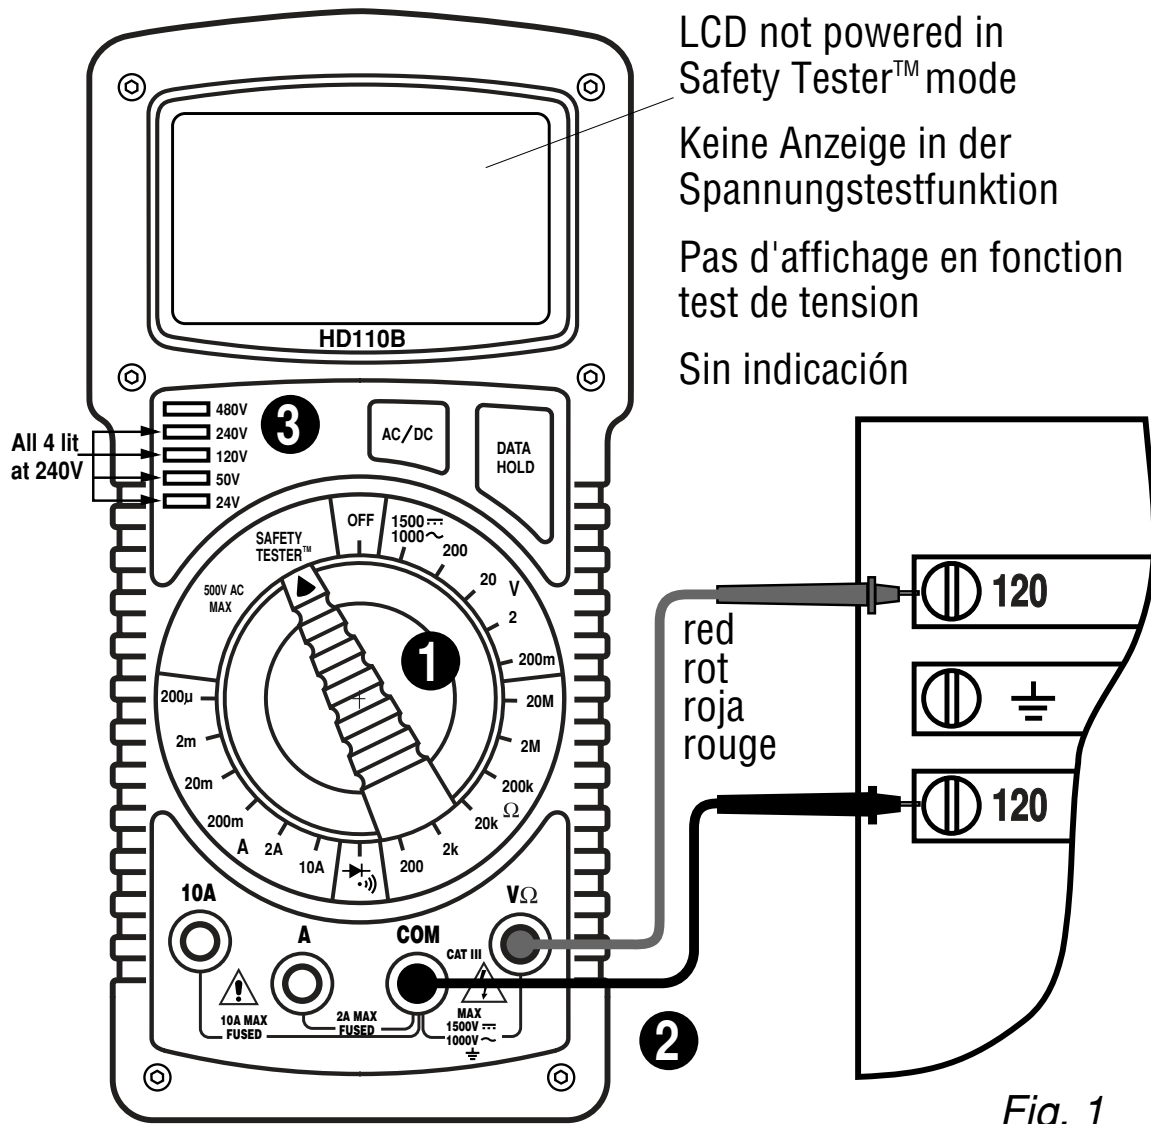

Fig. 1
## SAFETY TESTER™ (See Fig. 1)
### D • Sicherheitstester (Siehe Fig. 1)
### **E • Comprobador de Seguridad (ver Fig. 1)**
### **F • Testeur de Sécurité (voir Fig. 1)**
❶ Meßkabel gemäß Fig.1 mit Gerät verbinden. ❷ Funktionsschalter auf V und den gewünschten Bereich stellen. ❸ AC/DC Menütaste drücken um AC oder DC in der Anzeige zu wählen. ❹ Meßspitzen mit Meßkreis verbinden – parallel zur Spannungsquelle. ❺ Meßwert ablesen (automatische Polaritätsanzeige bei DC Messungen).
## E • Medidas de tensión CC y CA (DCV y ACV) - (vea Fig 1)
## F • Mesure de Tensions CC et CA (voir fig. 1)
❶ Connectez les cordons à l'appareil comme indiqué en figure 1. ❷ Placez le sélecteur sur V et sur la gamme souhaitée ❸ Pressez le bouton AC/DC pour afficher l'indicateur AC (Tension alternative) ou DC (Tension continue). ❹ Connectez les cordons au circuit – en parallèle avec la source de tension. ❺ Lisez la mesure sur l'afficheur (avec la polarité pour les mesures en CC).